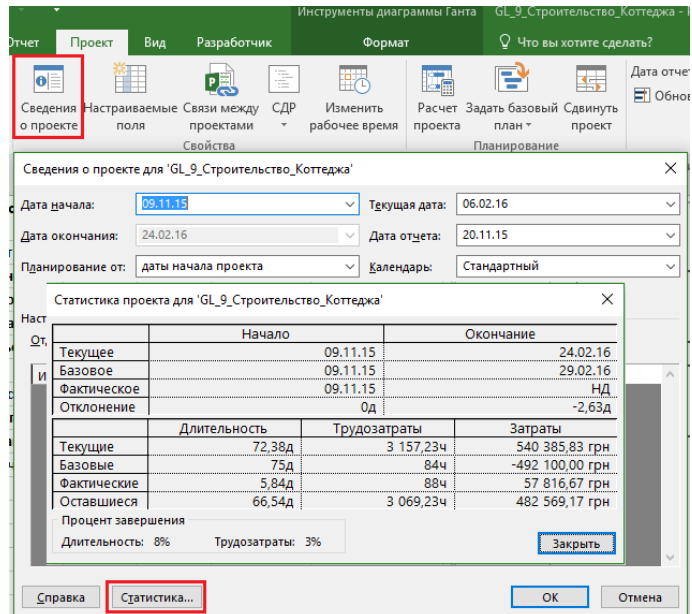

Рисунок 9.11 – Окно «Статистика проекта»
7. Выслать «screen» окна «Статистика проекта» (см. Рисунок 9.11).